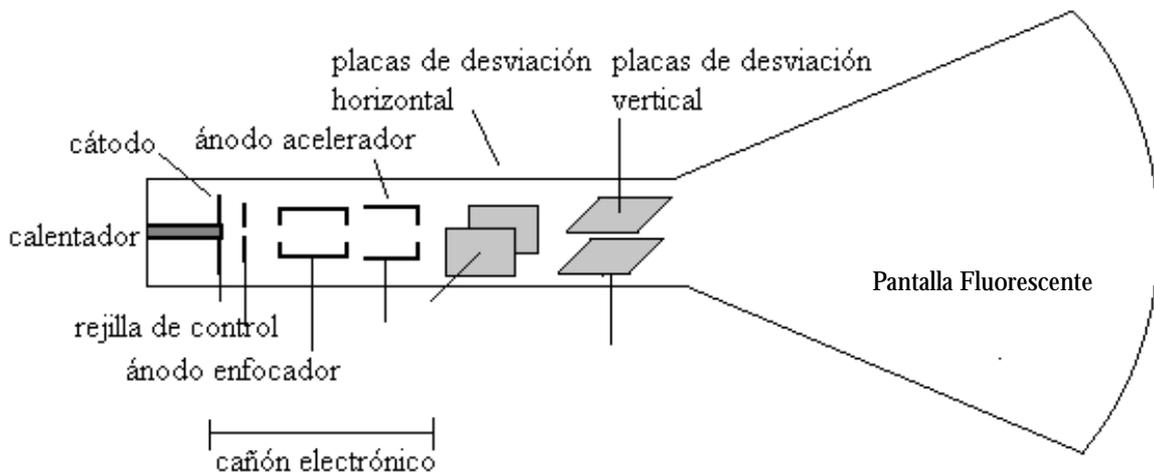

Figura 2: Esquema del tubo de rayos catódicos
El TRC consta básicamente de un cañón electrónico, un sistema de placas deflectoras **horizontal (X)** y **vertical (Y)** y una pantalla fluorescente, todo colocado en el interior de un tubo en el que se ha hecho un vacío elevado. Ver **Figura 2**.